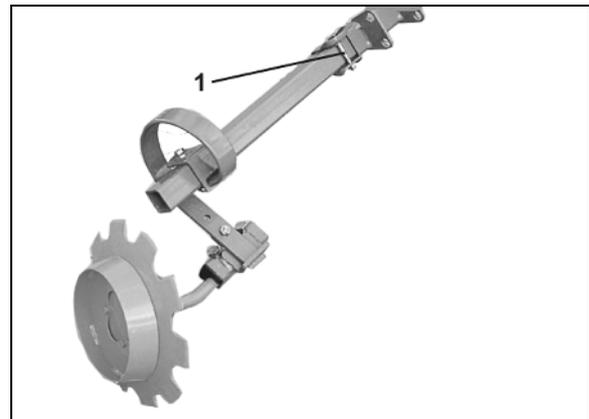

Fig. 96
El disco de cálculo consiste de tres escalas: una escala exterior blanca (Fig. 96/1) para todas las cantidades de siembra mayores que 30 kg/ha y una escala interior blanca (Fig. 96/2) para todas las cantidades de siembra menores que 30 kg/ha. Sobre la escala intermedia, de color (Fig. 96/3) están indicadas las posiciones de engranaje de 1 hasta 100.
2. Superponer la cantidad de siembra **125 kg/ha** (Fig. 96/A) y la „Posición de engrana **50**“ (Fig. 96/B) sobre el disco de cálculo.
3. Ahora lea sobre el disco de cálculo la posición de engranaje para la cantidad de siembra deseada de **175 kg/ha** (Fig. 96/C). En nuestro ejemplo ello es la „Posición de engranaje **70**“ (Fig. 96/D).